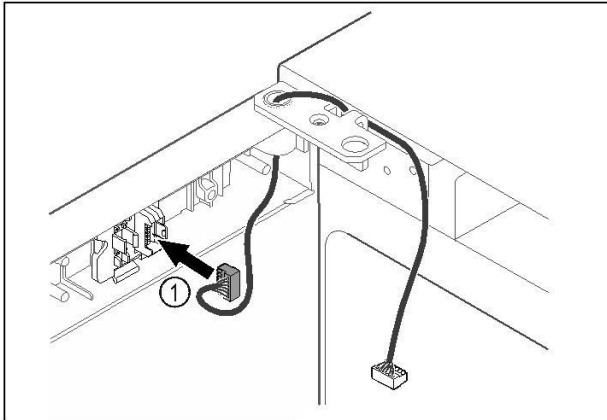

Fig. 41
- || Stekker Fig. 41 (1) in steckerhouder steken.